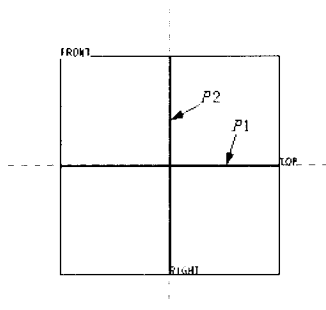

图 1-8 选择尺寸标注参照
7. 选择如图 1-8 所示 $P1$ 为水平尺寸标注参照、 $P2$ 为垂直尺寸标注参照。